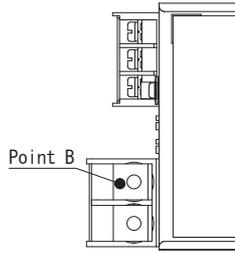

図6.3 温度測定箇所
- ・負荷線を配線する際は、図6.3のポイントBの温度が下記指定温度以下になるよう負荷線の発熱を考慮し電線を選定してください。電線が細い場合、配線が発熱し電源内部に熱が伝わり、電源が故障してしまう恐れがありますのでご注意ください。また、「ディレーティング」の範囲内で使用してください。